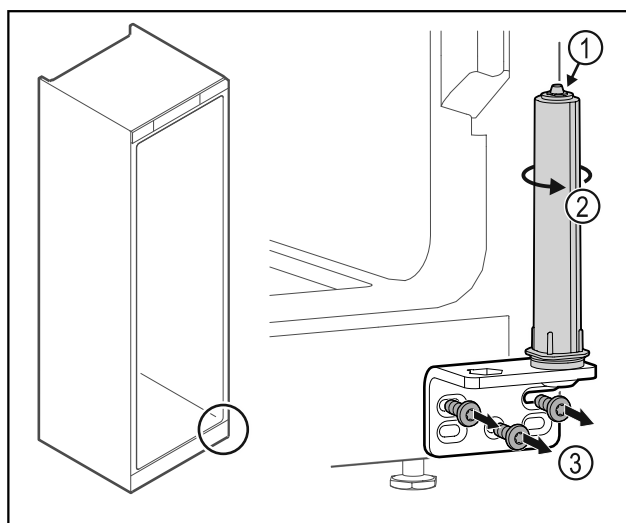

Fig. 32
- ▶ Neardykite durų uždarymo sistemos Fig. 32 (1).
- ▶ Sukite uždarymo sistemą Fig. 32 (2), kol ji užsifiksuos.
- ▶ Atsukite šarnyrinį kampuočių Fig. 32 (3).